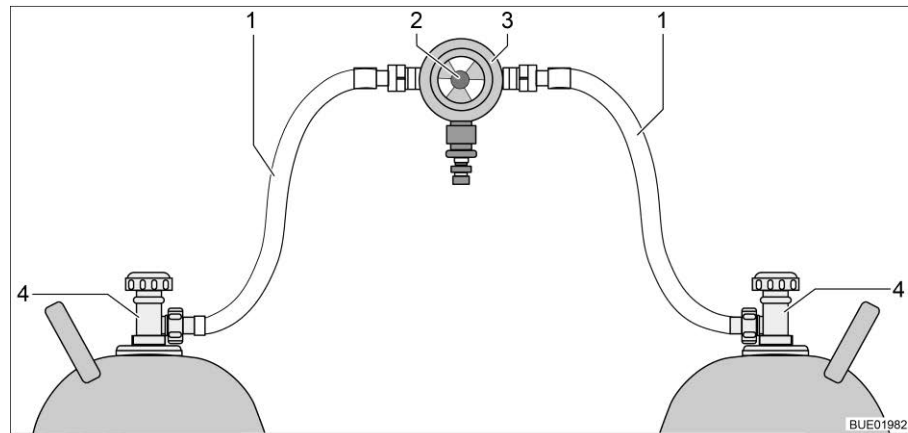
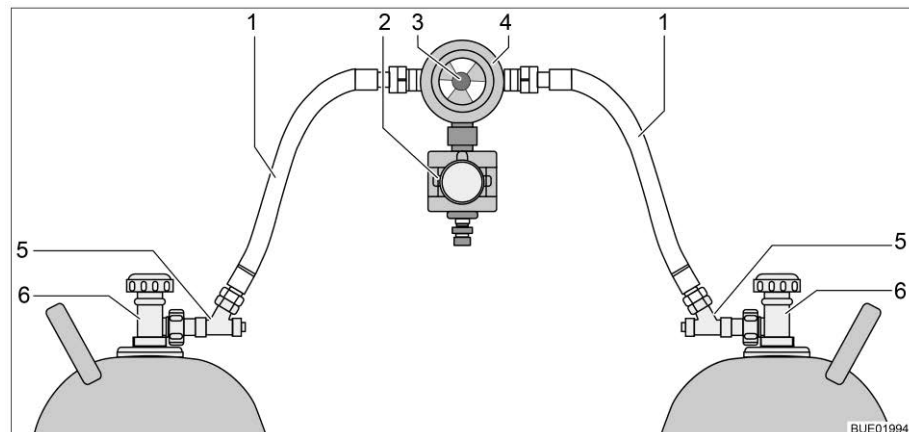

Bild 172 Omkopplingsenhet för gasflaskor
Bild 173 Omkopplingsenhet för gasflaskor med CPU
Omkopplingsenheten för gasflaskorna består av en kombinerad gastrycksregulator med omkopplingsventil och visning (Bild 172,3). Omkopplingsenheten för gasflaskor är monterad mellan de två gaslangarna (Bild 172,1).
Omkopplingsenheten för gasflaskorna består av en kombinerad gastrycksregulator med omkopplingsventil och visning (Bild 173,4) och en elektroventil (Bild 173,2). Elektroventilen spärrar vid kraftig bromsning, olycksfall eller kraftig lutning, av gastillförseln till fordonet. Omkopplingsenheten för gasflaskor är monterad mellan de två gaslangarna (Bild 173,1) med slangbrottssäkringar (Bild 173,5).
Med vredet (Bild 172,2 resp. Bild 173,3) på omkopplingsenheten, ställer du in vilken av gasflaskorna som ska användas som driftflaska och vilken gasflaska ska användas som reservflaska.
Med kontrollenheten (Bild 174) kan endast de elektriska funktionerna styras. Gasflaskornas huvudavstängningsventiler (Bild 172,4 resp. Bild 173,6) måste öppnas eller stängas för hand.
- Öppna huvudavstängningsventilerna på gasflaskorna (Bild 172,4 resp. Bild 173,6).
- Tryck in slangbrottssäkringarna (Bild 173,5) i 10 sekunder, efter varandra.
- Välj med vredet (Bild 172,2 resp. Bild 173,3) på omkopplingsenheten, gasflaskan som ska prioriteras (driftflaska). Vrid alltid vredet till stoppläget.
- Stäng huvudavstängningsventilerna på gasflaskorna (Bild 172,4 resp. Bild 173,6).